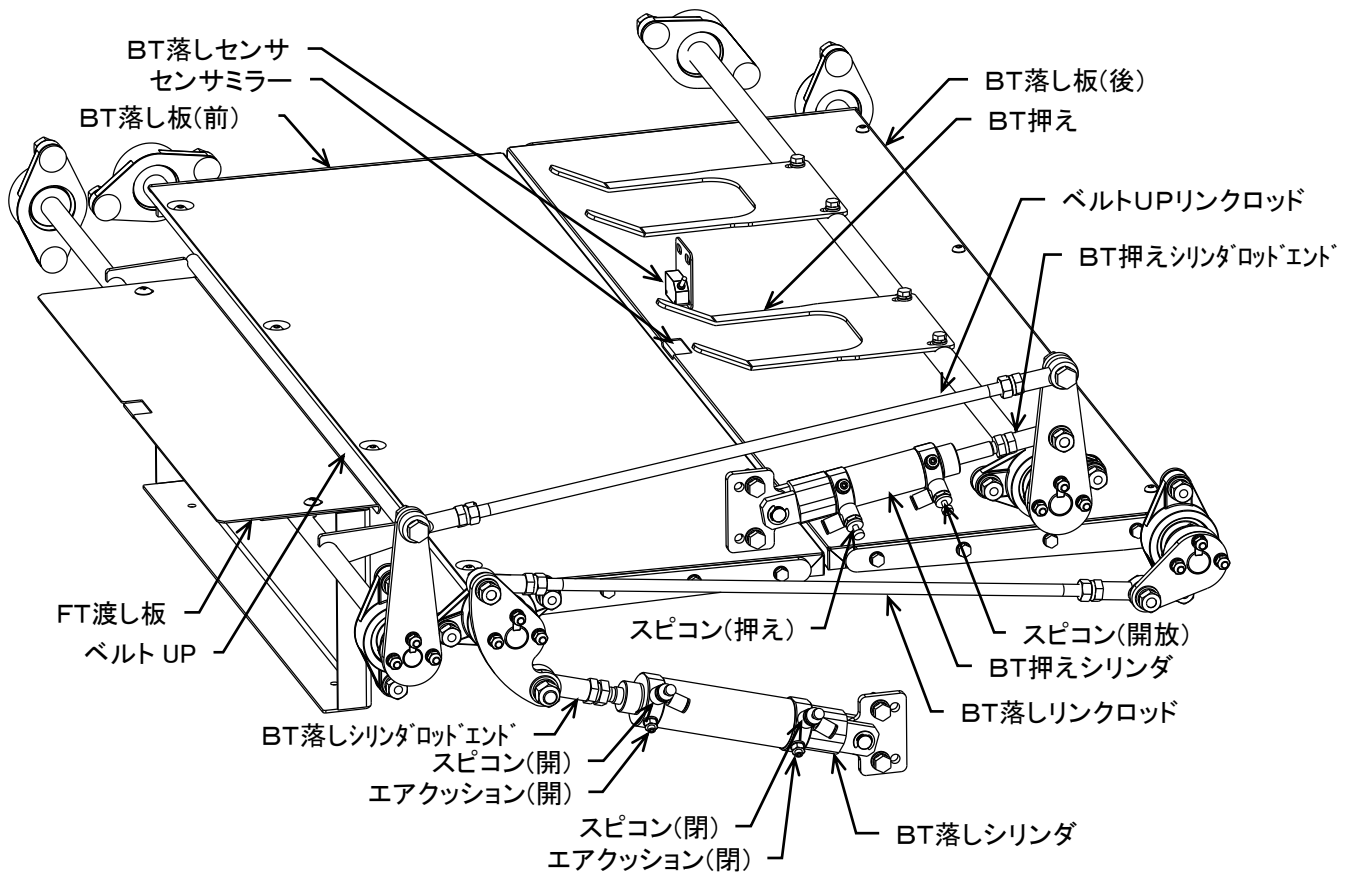

図8-10
8. 3.4 BT 落とし板部(図8-10)
- ・ BT落とし板(前), (後) (図8-10)
- ・ BT押え (図8-10)
- ・ ベルトUP (図8-10)
- ・ BT押えが水平近くまで上がるように、BT押えシリンダロッドエンドを調整してください。(図8-10)
- ・ BT落としシリンダ(図8-10)
- ・ BT 押えシリンダ(図8-10)